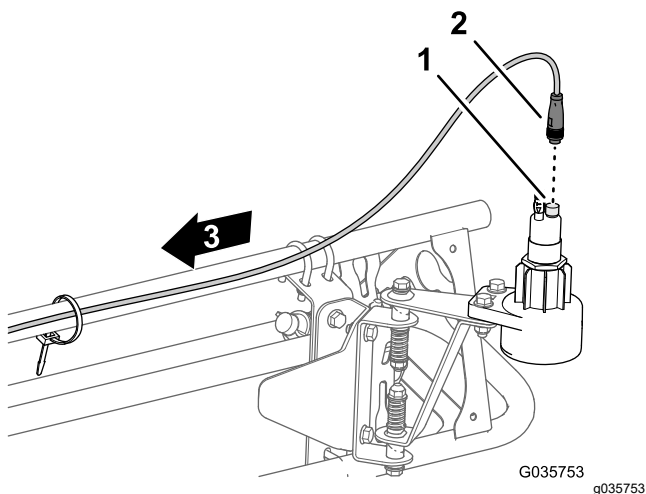

Figura 23
1. Conecte el conector hembra redondo de 4 vías del arnés de cables del sensor en el conector de 4 pines del sensor (Figura 23).